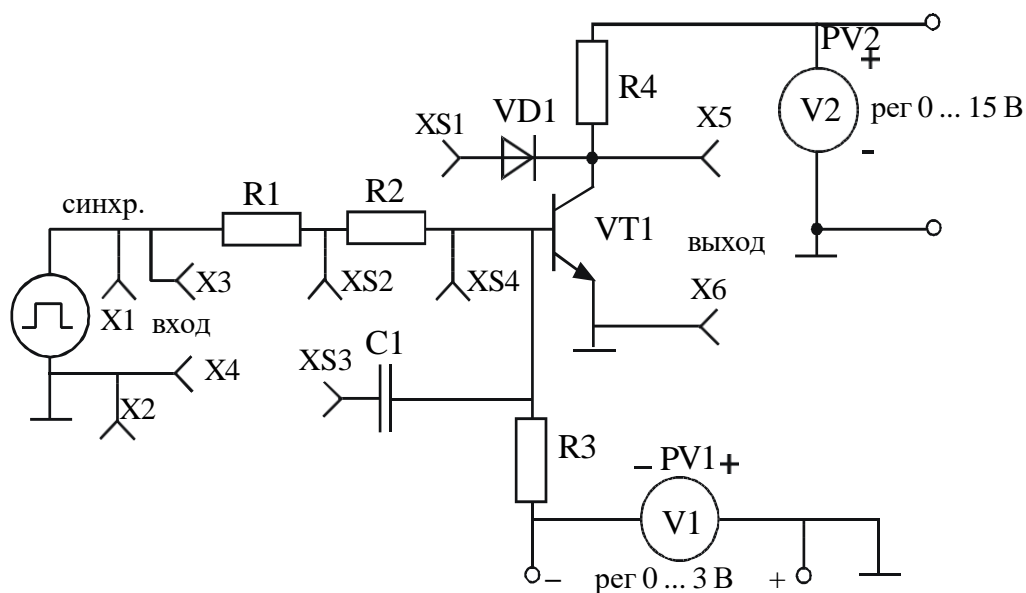

Рис. 3. Схема измерений
4.3.1. Соединить вход X осциллографа С1-65 с гнездами «Синхр» макета (рис. 3).